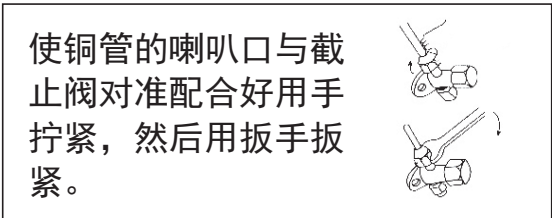

图23
- (2) 在截止阀与管的喇叭口处涂少许润滑油，然后按图23所示拧紧纳嘴。
- (3) 按图23所示用扳手牢固地将纳嘴扳紧，扭矩力按表（5）规定执行。